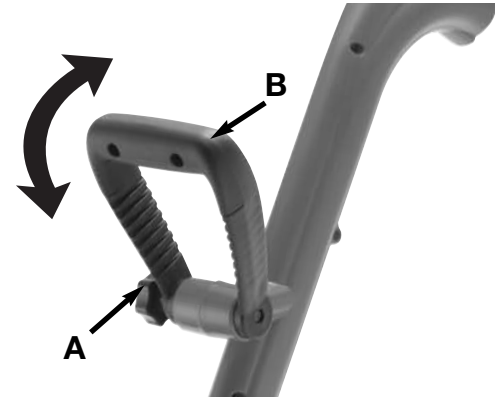

Fig. 3
1. Afloje el mando (A) sobre el asa de apoyo (B). (Fig. 3)